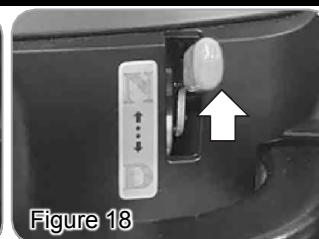

Figure 18
- Lorsque le levier est en position neutre (N), le scooter peut être déplacé manuellement sans alimentation (figure 18).